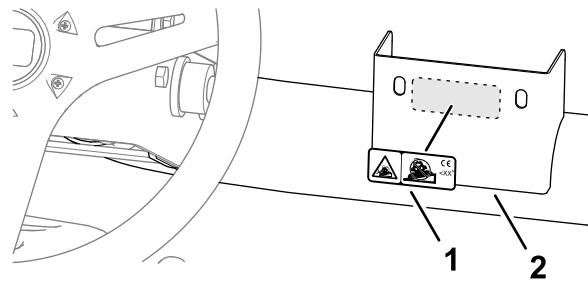

Figure 35
1. Utilisez de l'alcool pour nettoyer le support du bras de direction, et laissez sécher le support (Figure 35).
2. Retirez le film protecteur et apposez l'autocollant de danger d'inclinaison CE sur le support (Figure 35).